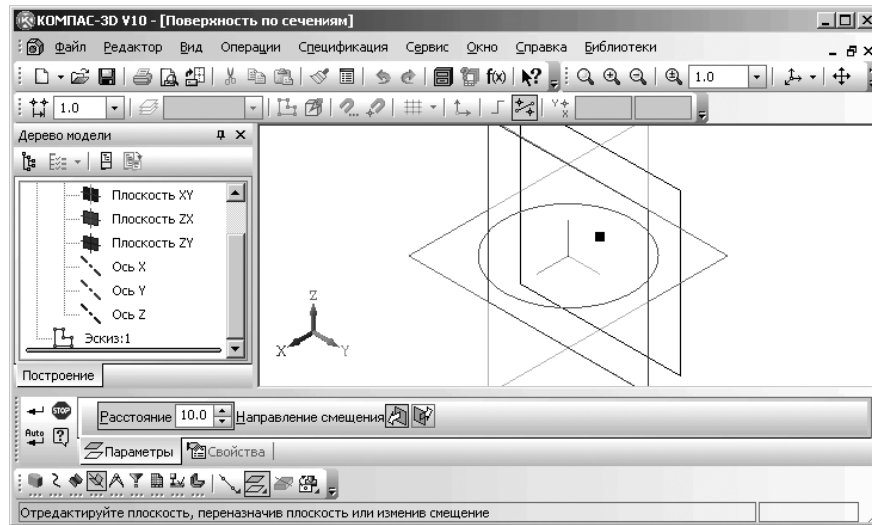

Рис. 7.120. Режим построения смещенной плоскости
- Щелкните на **Компактной панели** по кнопке переключателю  – **Вспомогательная геометрия**, если она не нажата, а затем в появившейся панели по второй кнопке  – **Смещенная плоскость**. Появится **Панель свойств: Смещенная плоскость** и фантом смещенной плоскости (рис. 7.120);